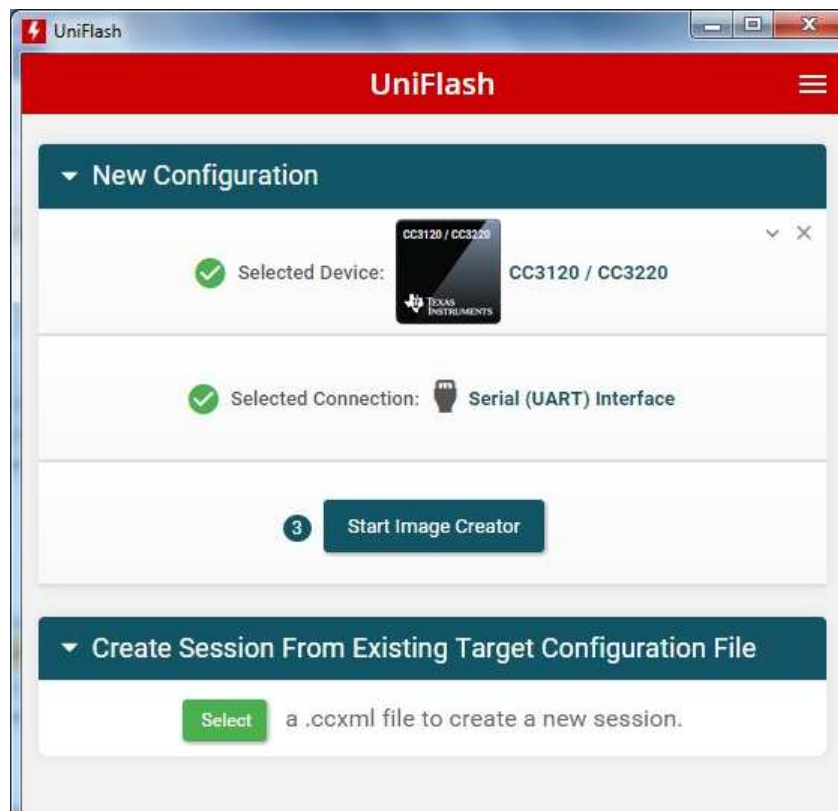

图 8. UniFlash 配置主页面
2. 启动 UniFlash，选择 CC3120/CC3220 器件，然后单击启动映像生成器 (Start Image Creator) 按钮（请参见图 8）。